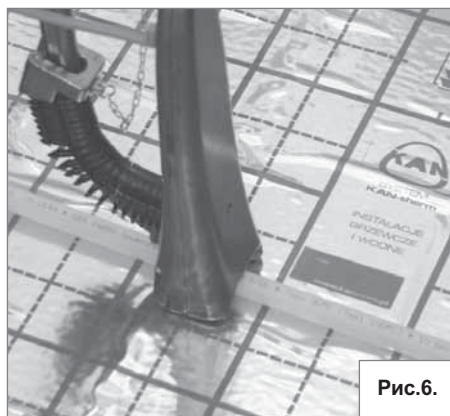

Рис.6.
5. Przykładamy Tacker do rury tak, aby profil korpusu (11) bezpośrednio z nią się stykał. Rys. 6.
6. Wbijamy spinki z odpowiednią siłą dociskając rękojeść (1).
5. Приложить инструмент к трубе так, чтобы профиль корпуса (11) непосредственно стыковался с ней. Рис. 6.
6. Вбивать шпильки, нажимая рукоятку (1) с соответствующим усилием.
5. Put Tacker to pipe so that body shape (11) touches it. Fig.6.
6. Drive clips holding down handle grip (1).